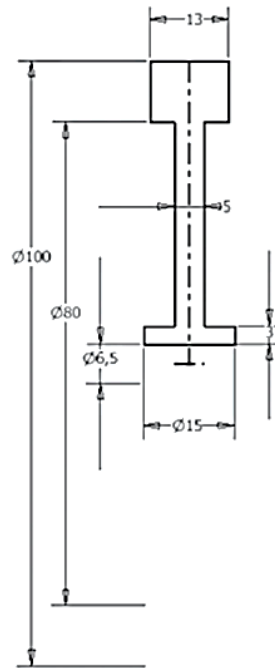

Figura 5.47 Perfil.
- a) Abra o arquivo **roda_parte1.ipt** presente na pasta Capítulo 5/exercícios (Figura 5.47).